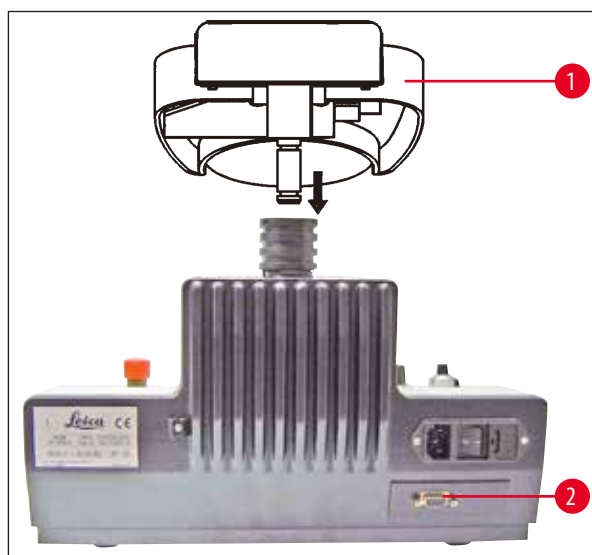

Fig. 8
- Așezați-l pe aparat, așa cum se arată în (→ Fig. 8).